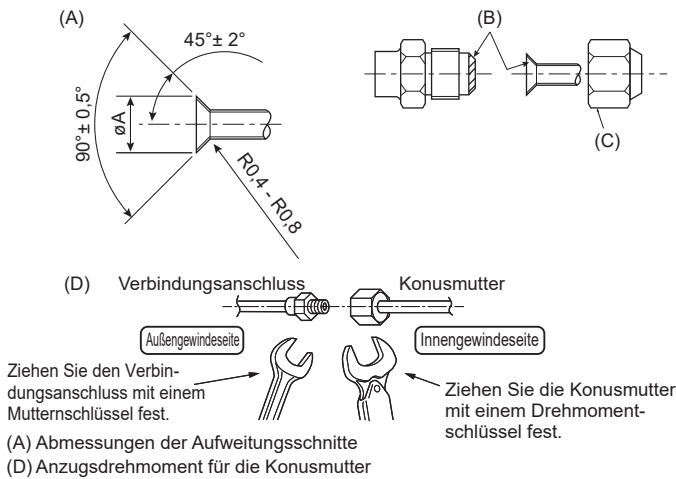

Abb. 4-1
(A) (Abb. 4-1)
(D) (Abb. 4-1)
### 4.2. Rohranschlüsse (Abb. 4-1)